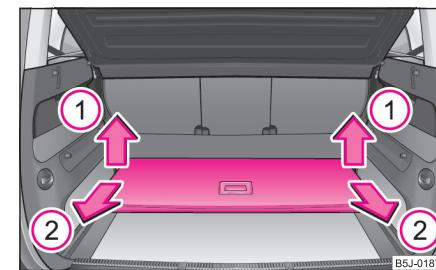

Abb. 5 Gepäckraum: variablen Ladeboden herausnehmen
- Heben Sie den Ladeboden in Pfeilrichtung (1) an \Rightarrow Seite 2, Abb. 5 und nehmen Sie den Ladeboden durch Ziehen in Pfeilrichtung (2) heraus \Rightarrow Seite 2, Abb. 5.